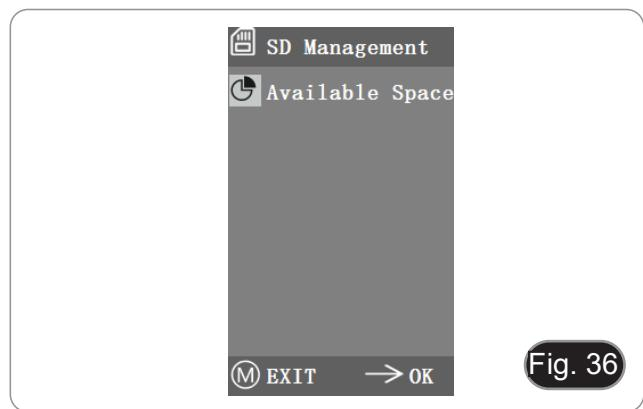

Fig. 36
1. Dopo aver inserito la scheda SD, lo spazio rimanente e lo spazio totale della scheda SD possono essere visti in "Available Space". (Fig. 36)